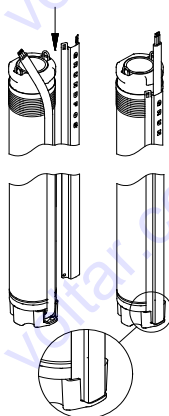

Fig. 9
2. Mettere la protezione del cavo nell'incavo della presa del cavo. innestare i due lembi del copricavo nel bordo superiore del corpo pompa, vedere fig. 9.